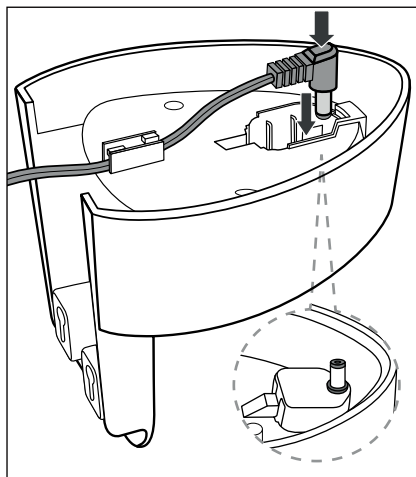

Fig. 2
- Placez d'abord le câble au travers du chemin de câble et enfoncez ensuite la fiche creuse **5** dans l'orifice du support mural **3**, de manière à ce qu'elle tienne bien (fig. 2).